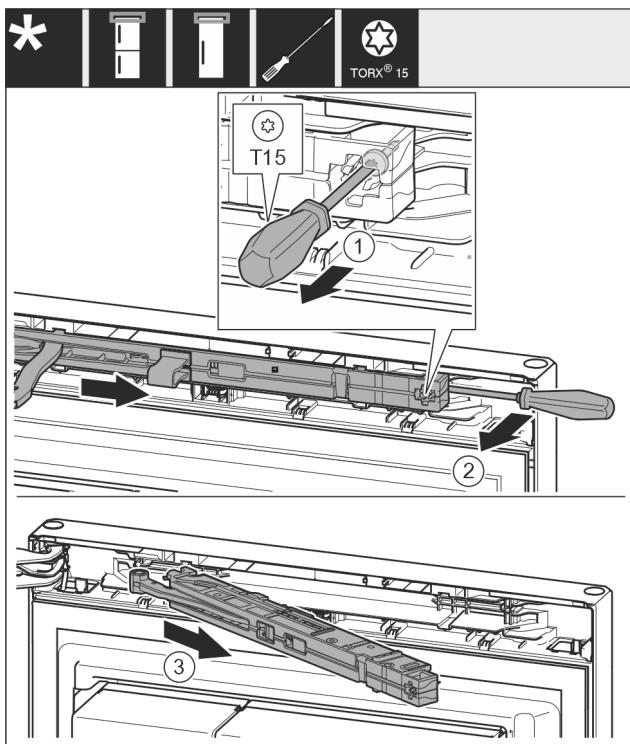

Fig. 11
- Schraube Fig. 11 (1) an Schließdämpfereinheit mit Schraubendreher 14 mm (9/16 in) lösen.
- Schließdämpfereinheit Fig. 11 (2) griffseitig mit Schraubendreher nach vorne aushebeln.
- Schließdämpfereinheit Fig. 11 (3) herausziehen.